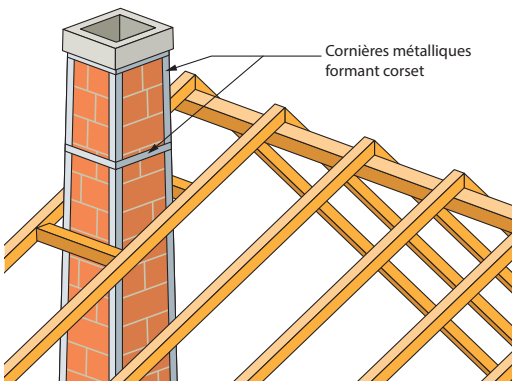

Fig.13 Liaisonnement à la structure
- Prévenir leur effondrement par liaisonnement adapté aux structures (Fig. 13).